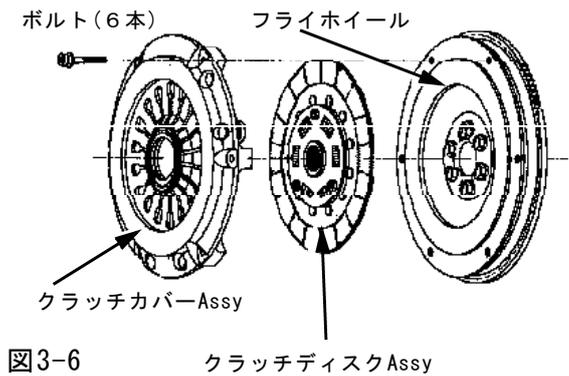

図3-6
- 3-7. バランス取りペイントを同一方向に合わせて、クラッチディスクAssy, クラッチカバーAssyをクラッチカバーボルトを使用して、取付けてください。クラッチディスクAssyは、スプラインボス凸部がミッション側に向くように取付けてください。（図3-6）（P1×1, P2×1, P3×1, P4×1）